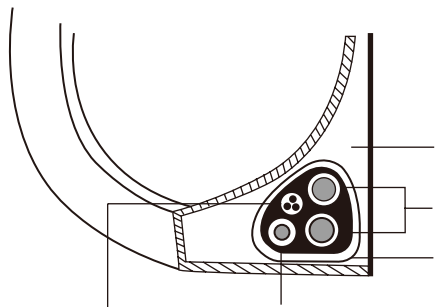

Fig. 3.14
3. Utilizând bandă izolatoare, înfășurați strâns cablul de semnal, conductele de agent frigorific și furtunul de scurgere. Verificați de două ori ca toate acestea să fie strânse conform cu Fig. 3.14.